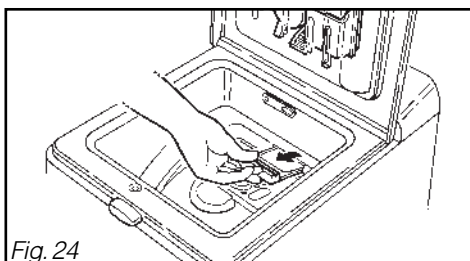

Fig. 24
- enlevez le filtre de son logement en le tirant vers vous (Fig. 24).